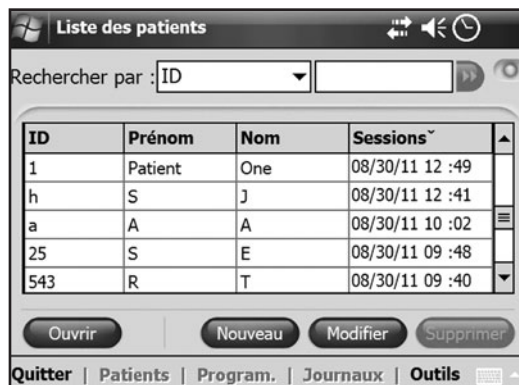

Figure 8-18 : Fenêtre Liste des patients.
1. Sélectionnez le dossier d'un patient dans la liste des patients et appuyez sur **Ouvrir** ou appuyez sur **Nouveau** pour créer un nouveau patient. Reportez-vous à la Figure 8-18.